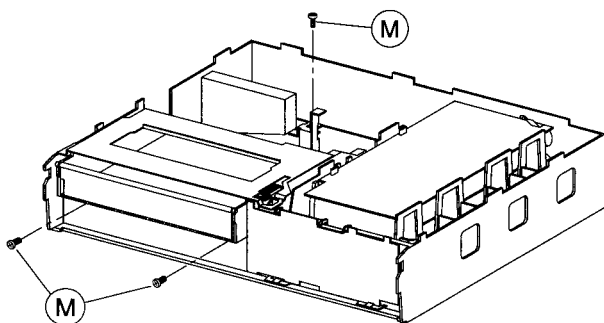

Fig. 11
- Schrauben (M) entfernen (Fig. 11) und gegebenenfalls Steckverbindungen zur Elektronik lösen (Kapitel 7).
- Remove the screws (M) (Fig. 11) and the plug connectors to the electronics if necessary (Par. 7).